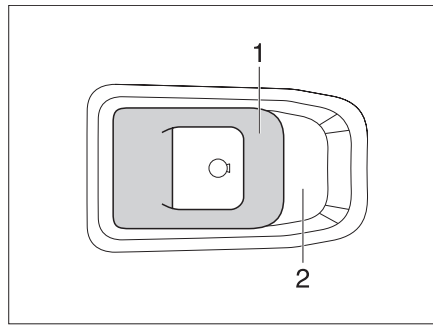

Bild 46 Türschloss Eingangstür, innen
**Öffnen:** ■ Griff (Bild 46,1) ziehen.
**Verriegeln:** ■ Griff (Bild 46,1) in die Griffschale (Bild 46,2) drücken.